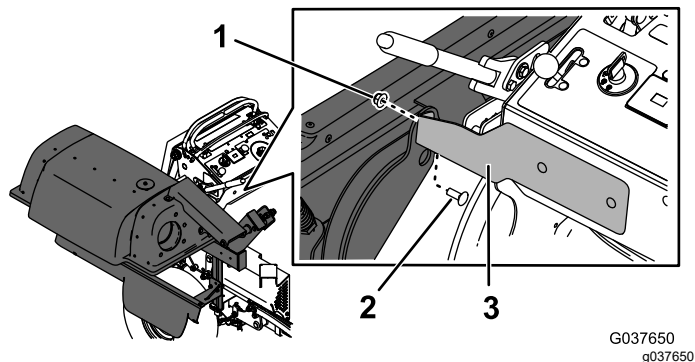

Figure 16
4. Fixez le cadre du système de ramassage au support de montage avant à l'aide d'un boulon de carrosserie ($\frac{3}{8}$ " x 1") et d'un écrou ($\frac{3}{8}$ "), comme montré à la Figure 16.